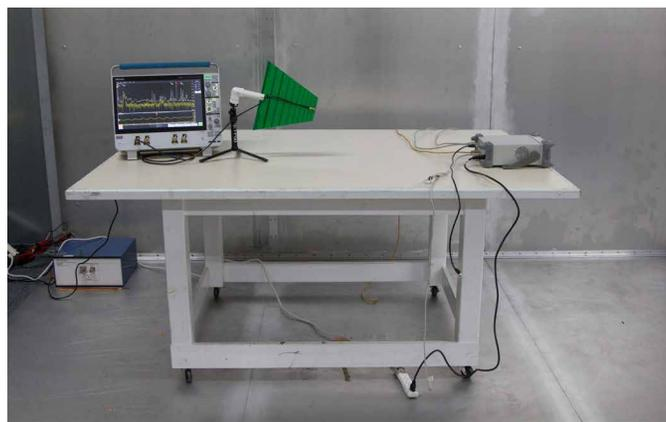

图 4. 典型的辐射发射故障排除测试设置。天线与被测设备之间的距离约为 1 米
**步骤 4 - 使用近距天线故障排除** - 一旦产品的谐波特性完全表征,就该看看哪些谐波实际上会辐射。为此,我们可以使用连接到距产品或待测系统至少 1m 远的未校准天线的 4/5/6 系混合示波器测量实际的辐射(图 4)。通常,这些辐射是来自连接的 I/O 或电源电缆以及屏蔽外壳的接缝或孔隙。将这些数据与近场和电流探头的数据进行比较。实际测量的辐射应该能够表明先前探测所确定的能量来源。